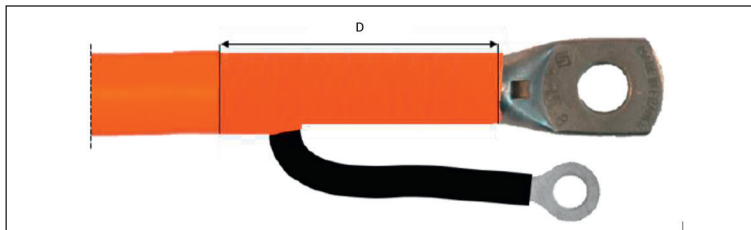

Abb. 8-33: Einadrige HV-Leitung: abgemantelter Bereich (D)
- ☞ Den abgemantelten Bereich auf der HV-Leitung (Abb. 8-33, D) mit Isolierband doppelt umwickeln.